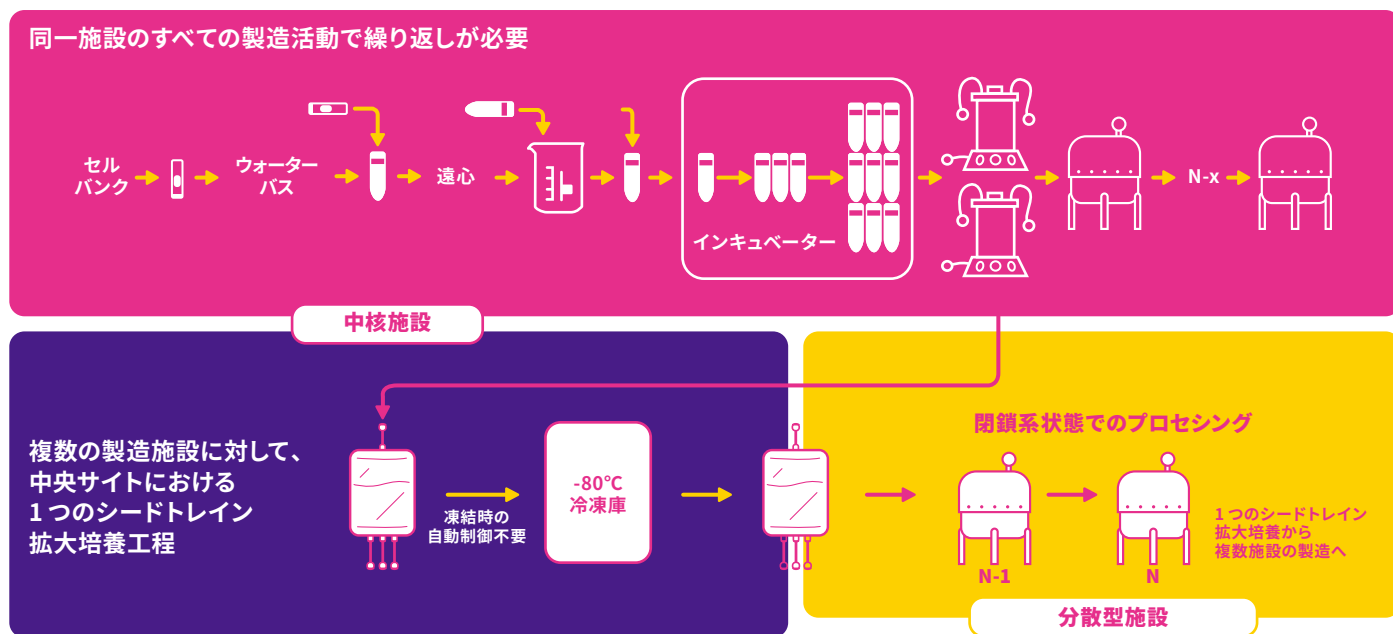

図 2: HCDC がもたらす中核施設における 1 つのシードトレイン拡大培養工程で分散型製造施設を含む複数施設での製造の可能性。
- 細胞播種からの初期の拡大培養とバッチ製造の分離 - 中核の拡大培養施設から分散型の製造施設へ細胞をグローバルに分配できる (図 2)。